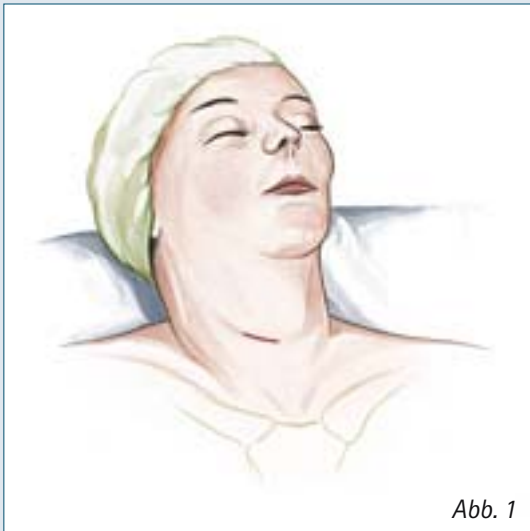

Abb. 1
- Der Patient befindet sich in Rückenlage mit leicht rekliniertem (Abb. 1), in der Kopfschale gelagerten Kopf. Die lordotische Halswirbelsäule wird durch eine entsprechend große Rolle unterpolstert, der Thorax kann zur Betonung der Reklination der Halswirbelsäule auf einem Kissen gelagert werden. Die Arme werden seitlich anliegend fixiert.